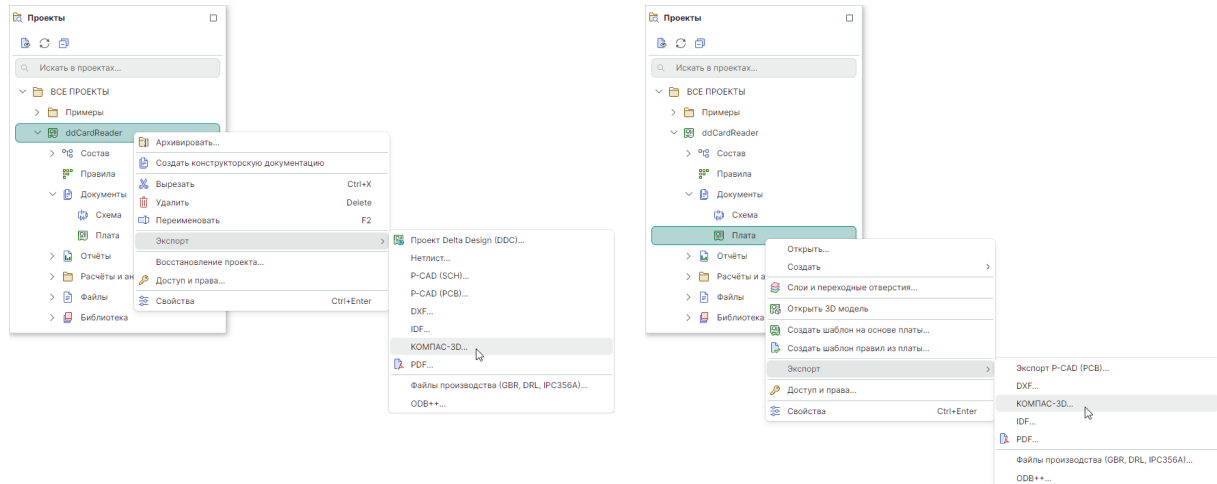

Рис. 7 Вызов функции экспорта проекта в КОМПАС-3D
2. Перейдите в пункт «Экспорт» и затем «КОМПАС-3D...», см. Рис. 7.